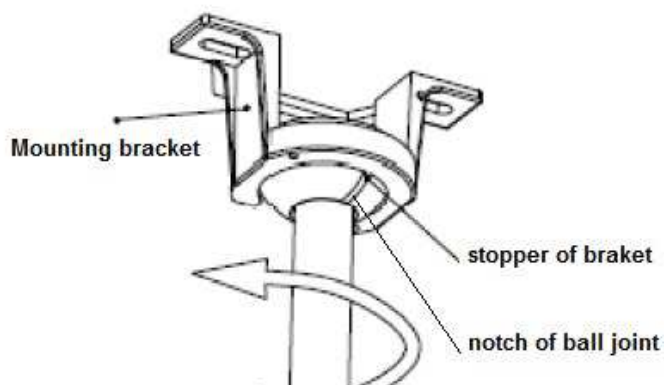

Fig. 5
- Enlever l'assemblage de ventilateur au support de montage Fig.5